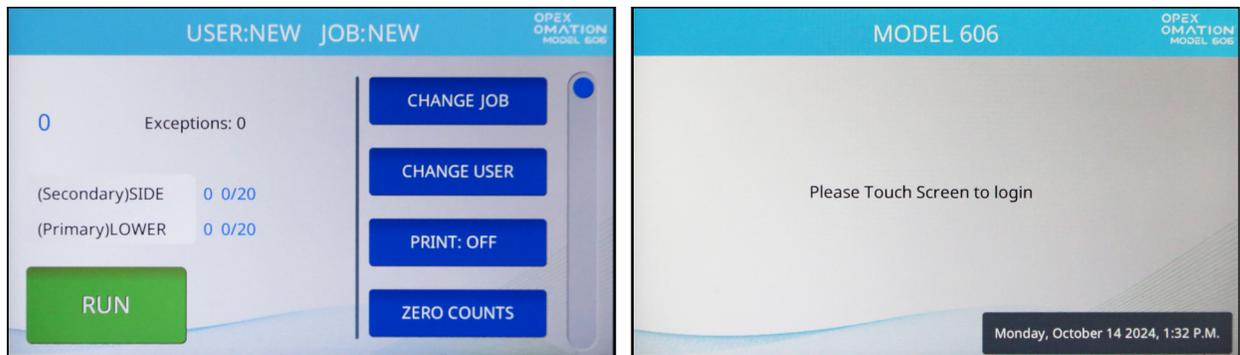

Abbildung 5-2: Es erscheint der Hauptbildschirm (links) oder die Anmeldeaufforderung (rechts)
2. Standardmäßig wechselt der OM606 dann zum Hauptbildschirm, auf dem der Standardbenutzer und der Standardauftrag ausgewählt ist (Abbildung 5-2 links). Wenn mehrere Benutzer konfiguriert wurden, wird die Anmeldung mit dem zuletzt verwendeten Benutzer durchgeführt. Wenn Passwörter vom Vorgesetzten aktiviert wurden, zeigt der OM606 stattdessen eine Aufforderung an, den Bildschirm zu berühren, um sich anzumelden (Abbildung 5-2 rechts).